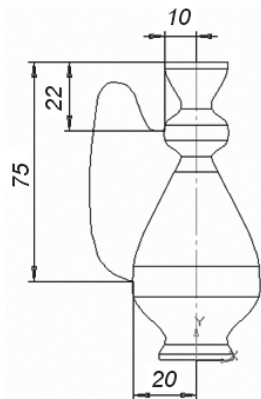

Рис. 264. Диаметр ручки 6 мм
2. *Рассмотрим второй способ создания элементов по сечениям с использованием направляющей, задающей профиль элемента по сечениям (рис. 264).*